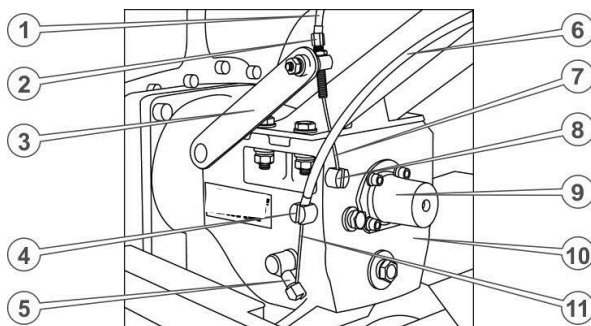

Рисунок 10. – Вал відбору потужності
30. Приєднати трос механізму аварійної зупинки двигуна, що йде від важеля на лівій рукоятці керма. Для цього зняти з троса фіксатор і відкласти його в бік, розблокувати клавішу й підняти її вгору, вставити сорочку троса в гніздо корпусу клавіші до упору, вставити трос в отвір регулювального гвинта (див. рисунок 10.), а потім в отвір у важелі механізму блокування двигуна, надіти й закріпити фіксувальний затискач.
31. Приєднати трос управління зчепленням, що йде від важеля на лівій рукоятці керма. Для цього вставити сорочку троса в гніздо головки гвинта рукоятки до упору, закрутити до упору довгий регулювальний болт на кінці важеля зчеплення (див. рисунок 10.), вставити трос в отвір цього регулювального болта й завести кінець троса в паз фіксатора, після чого викрутити регулювальний болт до виникнення натягу троса.
32. Приєднати трос ввімкнення заднього ходу, що йде від важеля на правій рукоятці керма. Для цього вставити сорочку троса в гніздо головки гвинта рукоятки до упору, протягнути трос у паз опори (див. рисунок 10.), долаючи зусилля пружини важіль-гойдалку ввімкнення заднього ходу й завести наконечник троса в паз фіксатора на голівці важеля заднього ходу.